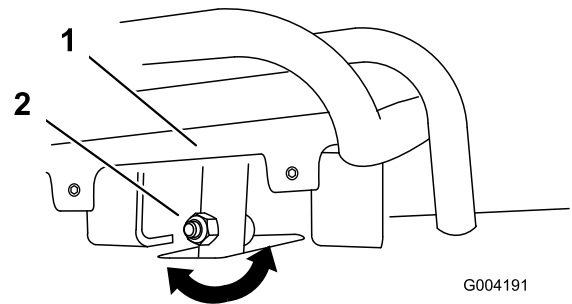
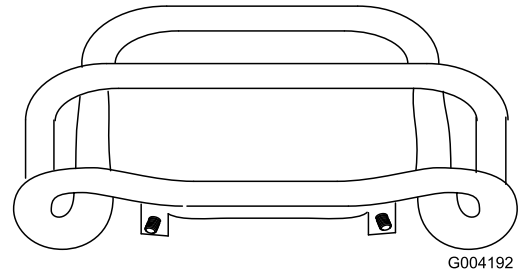

Figura 53
Figura 54
4. Se la parte anteriore del comando della trazione non rimane dritta e a filo con la barra di riferimento, allentare il dado flangiato e imbullonare lo stelo del comando della trazione (Figura 53).
5. Regolare il comando della trazione in modo che rimanga a filo con la barra di riferimento quando viene tirato all'indietro (Figura 53 e Figura 54).
- C. Allentare il dado flangiato e il bullone nello stelo del comando della trazione (Figura 53).
I. Regolare il comando della trazione in modo che rimanga a filo con la barra di riferimento quando viene tirato all'indietro (Figura 53 e Figura 54).